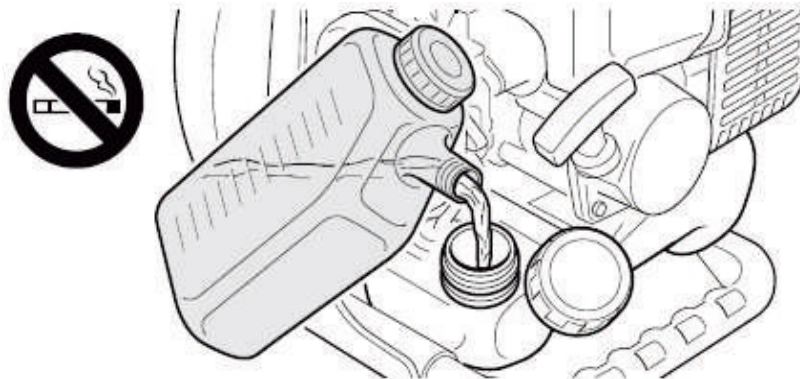

Рисунок 10
- заправьте воздуходувку топливом, не заполняя бак до краев (рис.10).